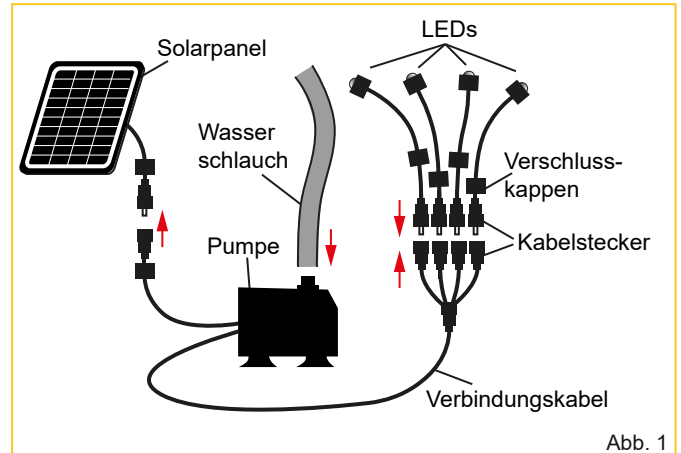

Abb. 1
- Verbinden Sie jeden einzelnen Kabelstecker mit einem LED, falls mehrere vorhanden sind, wie in der Abbildung 1.
- Schließen Sie das Solarpanel, mittels Kabelstecker, an das zweite Verbindungskabel der Pumpe an (siehe Abbildung 1).